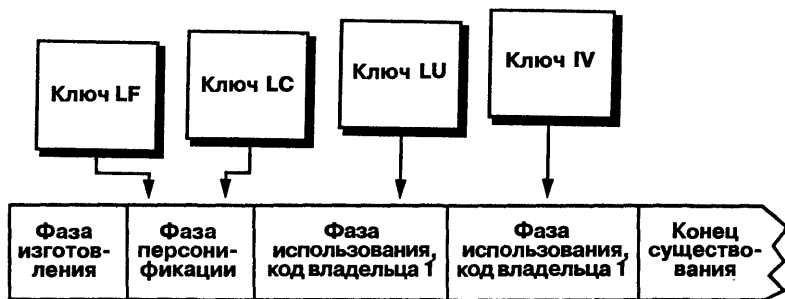

Рис. 1.9. Различные ключи карт BULL CP8
у дистрибьютора в момент ее персонализации, четыре ключа, изображенные на рис. 1.9, могут быть необратимо введены в действие в конце каждой фазы жизненного цикла карты: первый ключ (LF) – до того как чип, индивидуально пронумерованный, покинул завод, а второй (LC) – когда дистрибьютор заканчивает свою работу по персонализации.